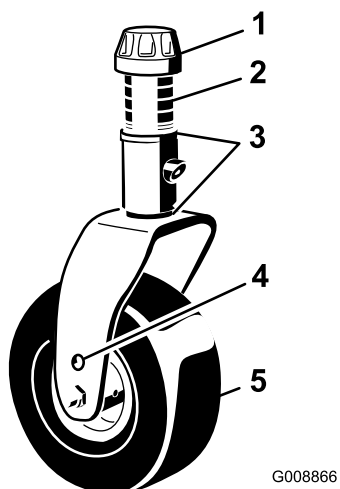
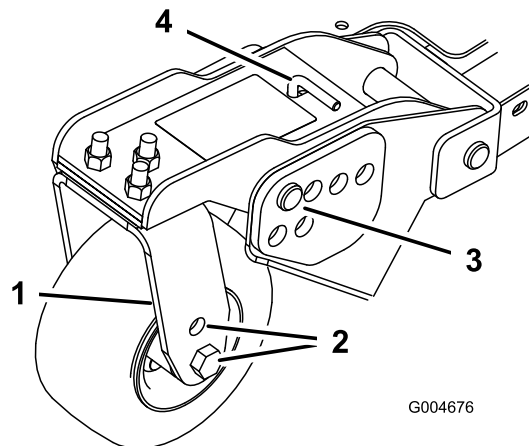
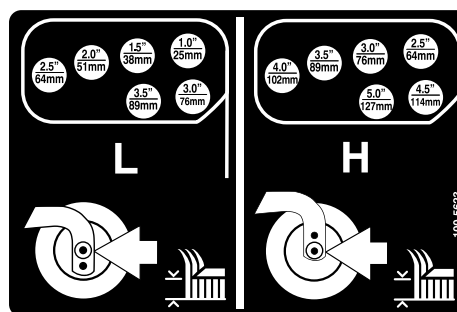

Figura 25
Figura 27
Figura 28
- Coloque os eixos da roda giratória nos mesmos orifícios em todas as forquilhas da roda giratória (Figura 25 e Figura 27).
2. Retire a tampa de tensionamento do eixo roscado e desloque o fuso para fora do braço da roda giratória (Figura 25).
6. Retire o perno de gancho e os pinos de segurança dos braços articulados das rodas giratórias (Figura 27).
7. Rode a barra tensora para levantar ou descer o braço articulado, até os orifícios se encontrarem alinhados com os orifícios da altura de corte desejados, na estrutura da plataforma do cortador (Figura 27 e Figura 28).